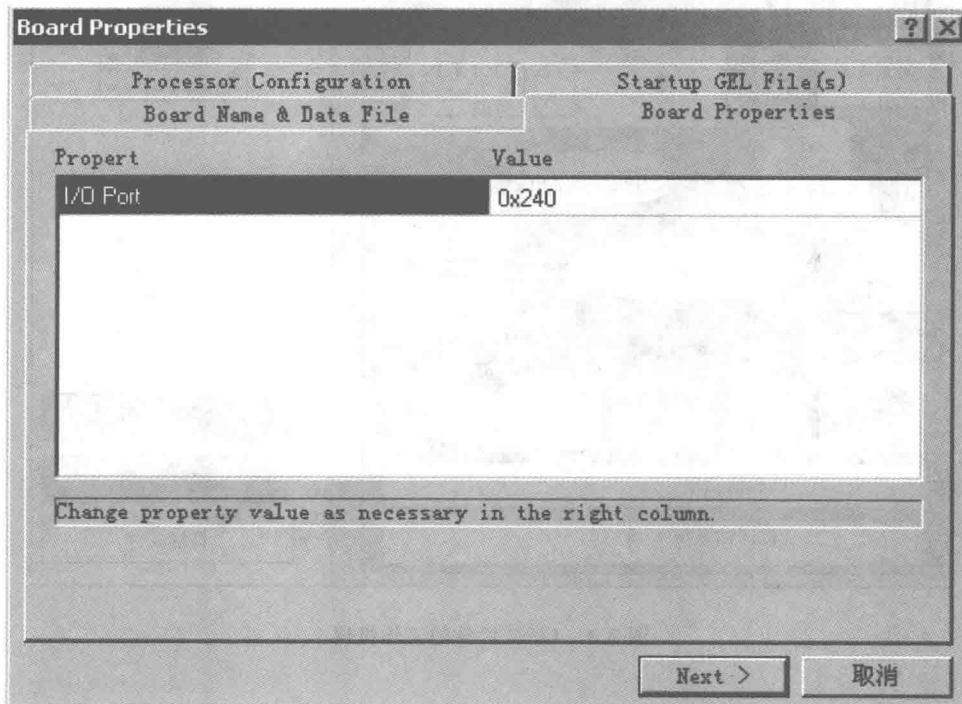

图1.7 属性设置对话框
(4) 双击 Heterogeneous Multi – Target (Texas Instruments), 出现如图 1.7 所示的属性设置对话框, 单击 Board Properties 标签, 设置 I/O 端口, 这里为 0x240。
(5) 单击图1.7中的Processor Configuration标签,单击Add Single按钮将CPU-1加入配置,单击Finish按钮结束。
(6) 执行菜单命令File→Save,保存设置,使配置生效。